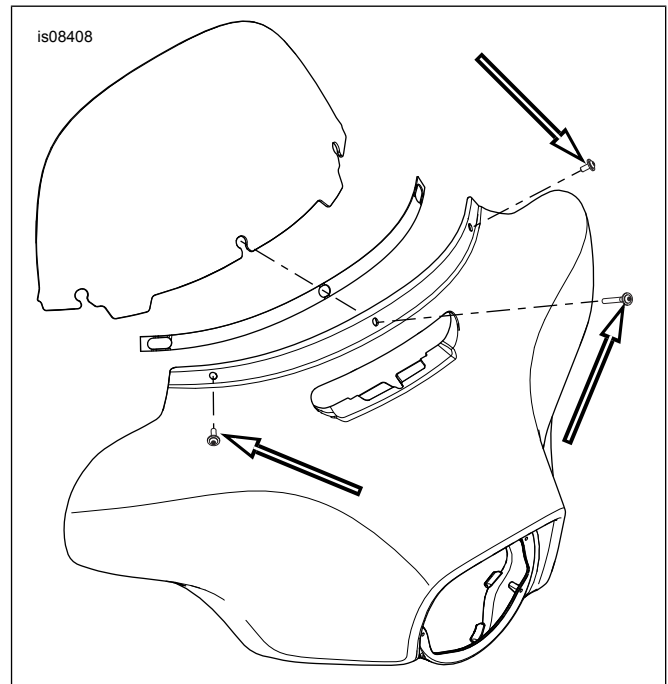

Abbildung 1. Die Schrauben entfernen und entsorgen
2. Siehe Abbildung 1. Die drei Originalschrauben der Außenverkleidung/Windschutzscheibe entfernen und entsorgen. Falls vorhanden, die untere Windschutzscheiben-Verzierung oder Leiste entfernen.